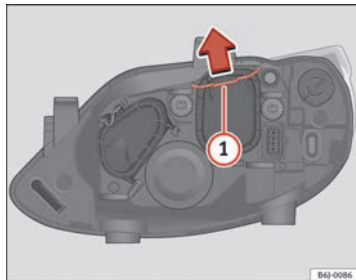

Abb. 142 Abblendlicht
- Verschieben Sie die Strebe ⇒ Abb. 142 ① in Pfeilrichtung und nehmen Sie den Deckel ab.